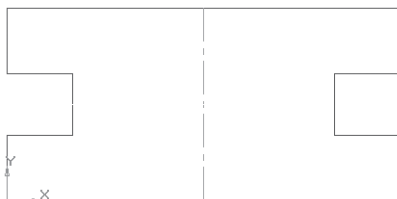

Рис. 45
- постройте вертикальный отрезок (рис. 45);